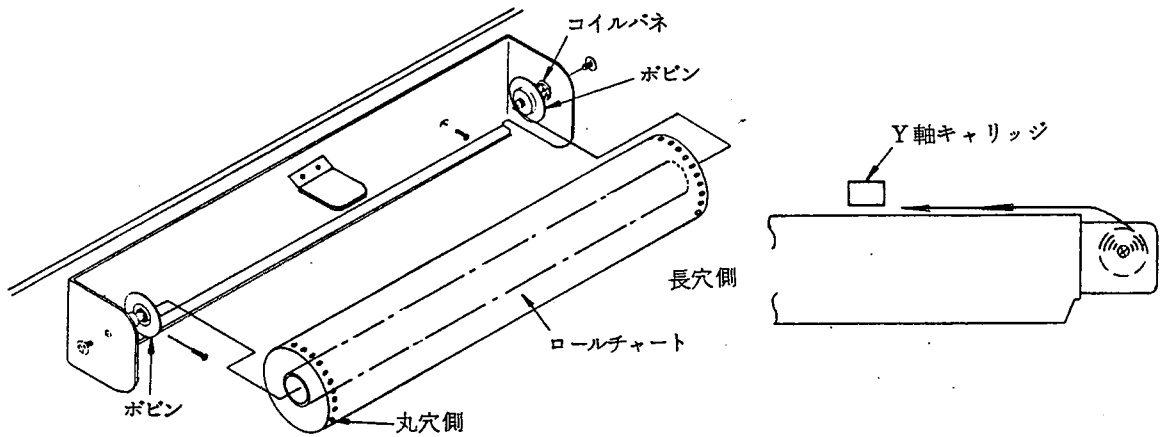

図3. 記録紙の装着
- ① 図3に示すように付属しているロールチャート(0511-1220)の長穴側をコイルバネのついているボビンにはめ込み、丸穴側を手前のボビンにはめ込みます。
- ② 記録紙を引き出してY軸キャリッジの下を通します。